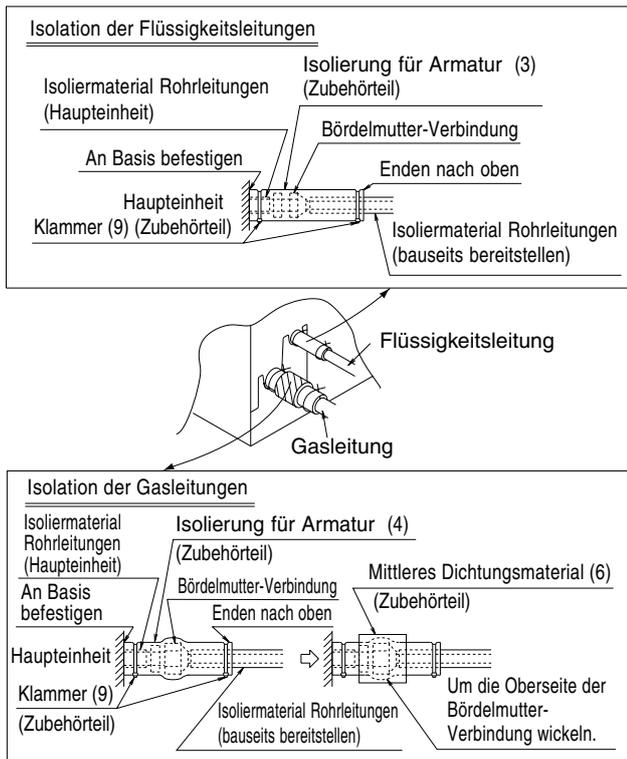

Abb. 8
(2) Vergewissern Sie sich nach Abschluss der Arbeiten, dass kein Gas austritt.
(3) Nach der Leckprüfung müssen die Anschlüsse der Rohrleitungen entsprechend Abb. 8 isoliert werden.
- Verwenden Sie hierzu das Isoliermaterial für Anschlüsse (3) (4), das den Flüssigkeits- und Gasleitungen beiliegt. Beachten Sie dabei, dass die Enden der Isolierung der Anschlüsse (3) (4) nach oben zeigen. (Befestigen Sie beide Seiten mit einer Klemme (9).)
- Wickeln Sie auf der Bördelseite der Anschlüsse der Gasleitungen das mittlere Dichtungsmaterial (6) über die Isolierung der Anschlüsse (4).